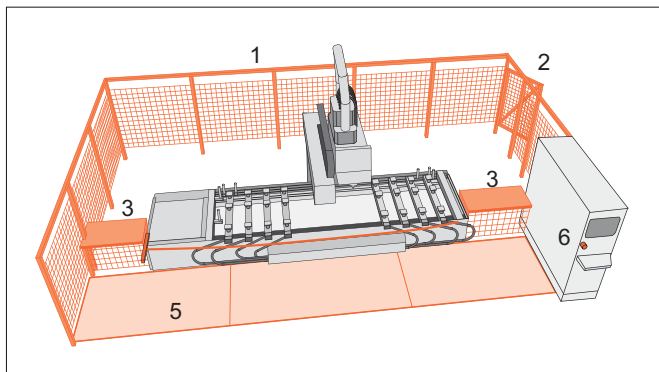
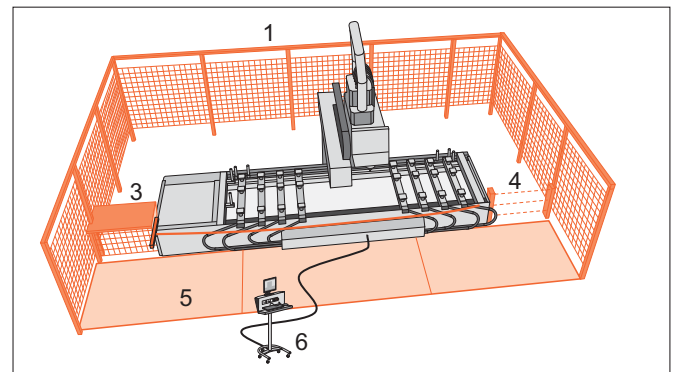

Fig. 6: soluzione con tappeti e due ripari fissi (3)
Fig. 7: soluzione con tappeti e barriera fotoelettrica a più raggi (4)
Ad es. vedi fig. 6, pos. 2 o fig. 7, pos. 4